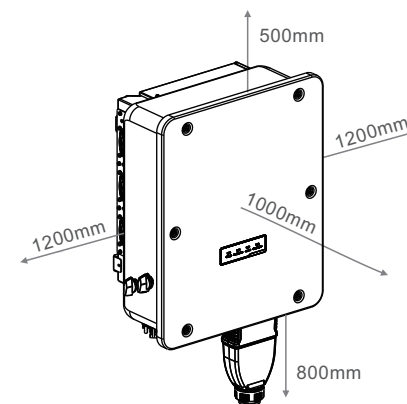

Figure 3.1 Distances requises entre les onduleurs
- Si plusieurs onduleurs sont installés sur le site, un espace minimum de 500 mm doit être respecté entre chaque onduleur et tous les autres équipements montés. Le bas de l'onduleur doit se trouver à au moins 500 mm au-dessus du sol ou du plancher (voir figure 3.1).